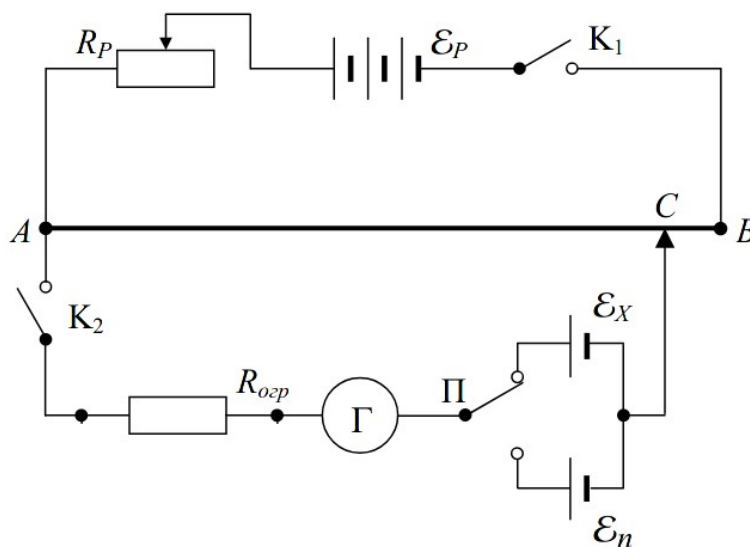

Рисунок 1
1. Собрать схему в соответствии с рис. 1;
В ходе проведения эксперимента были выбраны необходимые приборы и инструменты, собрана цепь (рис. 1). После получения допуска, был проведён эксперимент.